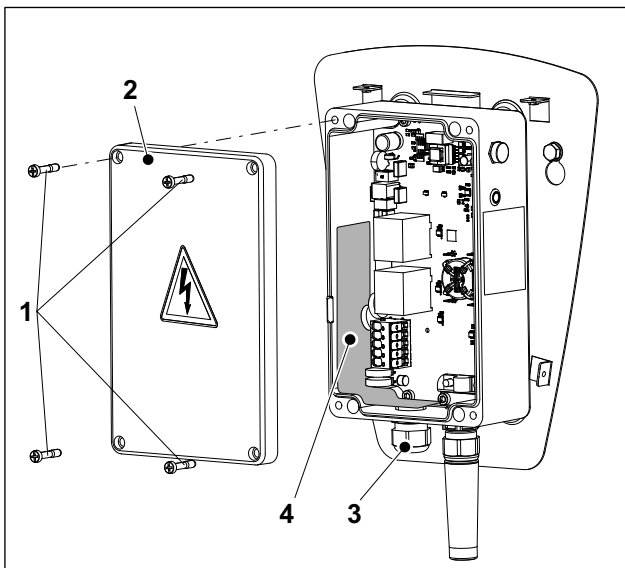

Fig. 4 Heidelberg Wallbox Home Eco, caja del aparato electrónico abierta
1. Soltar los cuatro tornillos (fig. 4/1) y retirar la tapa de la caja del aparato electrónico (fig. 4/2).
2. Enroscar la conexión de rosca para cable ESK-V25 (accesorio adjunto) con la junta anular correspondiente EADR25 (accesorio adjunto) en la caja del aparato electrónico (fig. 4/3) y apretar (aprox. 8 Nm).
5. Observar las indicaciones de la etiqueta adhesiva (fig. 4/4) y a continuación introducir la etiqueta adhesiva por la entrada de cables.
9. Colocar la tapa de la caja del aparato electrónico (fig. 4/2) y apretar los cuatro tornillos (2,5 Nm).